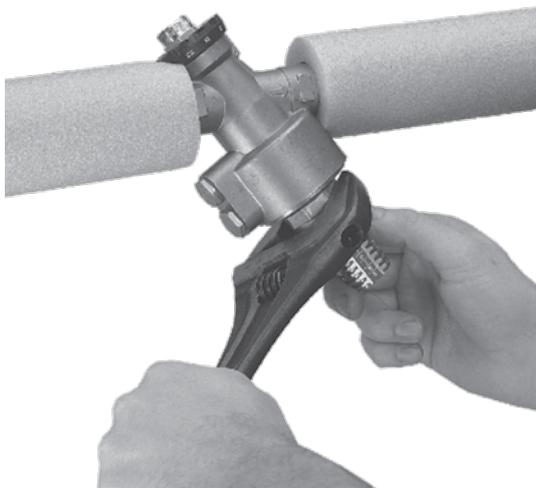
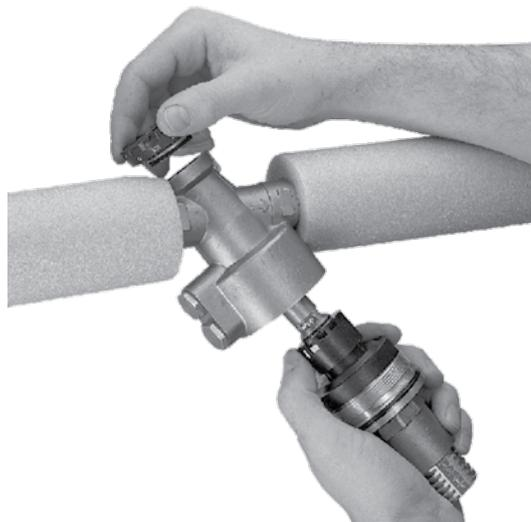

Рис. 4.15. Процесс разборки клапана BALLOREX® QP
Рис. 4.16. Процесс разборки клапана BALLOREX® QP
- Для сервисного обслуживания (очистки) клапана необходимо предварительно слить теплоноситель из стояка. Далее окрутить фиксирующую гайку регулятора перепада давления (рис. 4.15), далее - фиксирующий винт регулятора расхода, снять шкалу ограничителя расхода и извлечь из корпуса клапана внутренние компоненты (рис. 4.16). После промывки внутренней части клапана клапан собирается в обратном порядке.